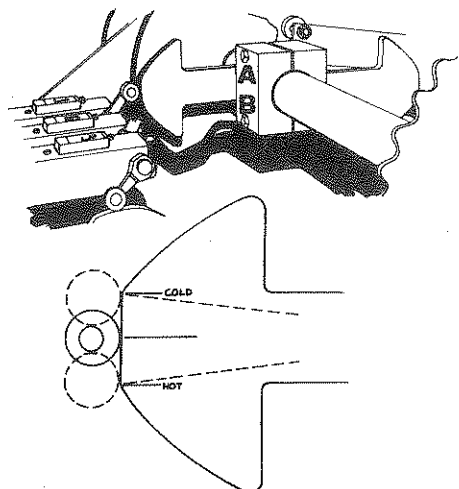

Fig. 38
7. Desserrer et serrer les boulons "A" et "B" appropriés, afin de faire facilement pivoter la came - si nécessaire -, pour la centrer par rapport au bras à roulette du switch *Fig. 38*.
14. Vérifier la position d'arrêt du support d'aiguilles. Le bras à roulette du switch doit se trouver face au centre ou très près du centre de la came, comme illustré *Fig. 38* (indication de la température de l'huile, entre chaud et froid).
17. Répéter les opérations de 8 à 16 en oubliant la quinzième, jusqu'à ce que la came soit à l'endroit désiré. Voir *Fig. 38*.